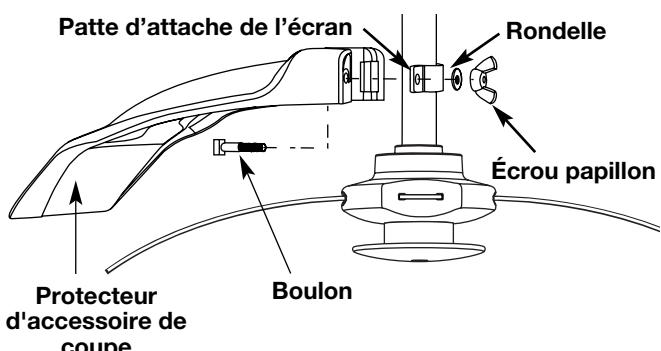

Fig. 2
2. De l'intérieur de l'écran de l'accessoire de coupe, poussez le boulon carré dans le trou jusqu'à ce que l'extrémité filetée dépasse de la patte d'attache de l'écran (Fig. 2).